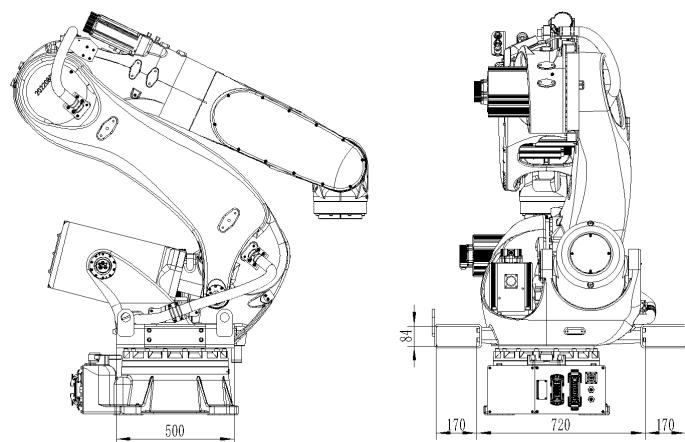

图 3.2.1
- (1) 必须把机器人调整到搬运姿态（参考图3.2.1）。
- (2) 使用能够承受机器人重量的托盘。
- (3) 将机器人用M12螺栓固定在托盘中间。禁止在托盘边沿放置机器人。
- (4) 搬运时，必须缓慢平稳，防止机器人在搬运过程中晃动。